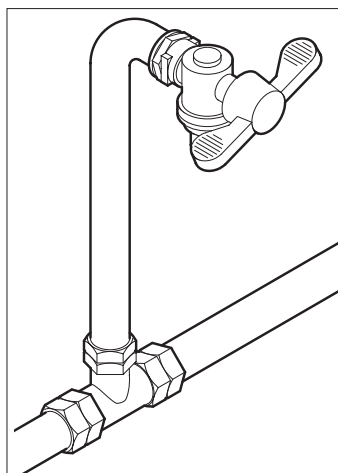

Fig. 4.3
- Installare, se non fosse presente, un rubinetto in posizione accessibile per isolare l'apparecchio dalla rete idrica qualora se ne riscontrasse la necessità (Fig.4.3).